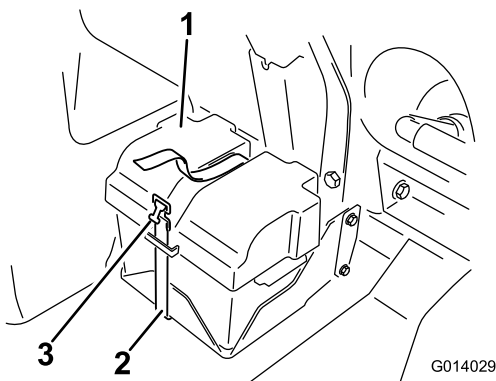
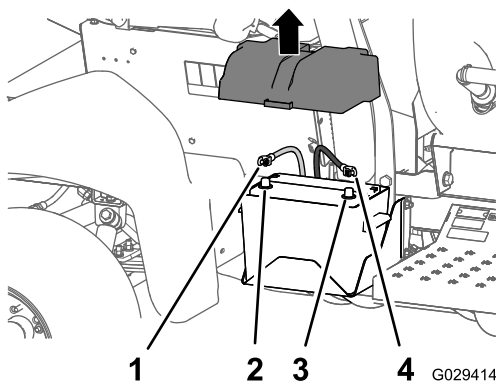

Figura 2
Figura 3
1. Retire la tapa de la batería y desconecte el cable negativo (negro – suelo) del borne de la batería (Figura 2) y (Figura 3).
2. Desconecte el cable positivo (rojo) del borne de la batería (Figura 3).